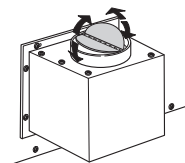

Fig. 4
- Le valvole di non ritorno del gruppo di aspirazione siano libere di ruotare. (Fig. 4)